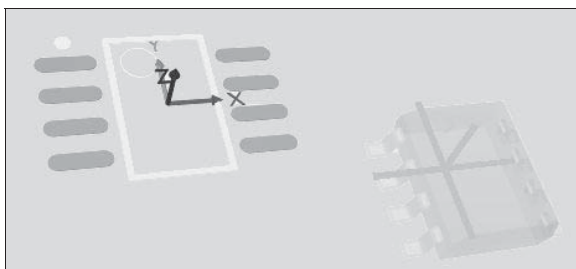

Рис. 2.38. Совмещение STEP-модели с двумерным ТПМ
9. Запустить команду меню **Tools | 3D Body Placement | Position 3D Body** (Инструменты | Размещение трехмерного тела | Позиционировать трехмерное тело), навести курсор в геометрический центр на поверхности трехмерного тела и щелкнуть левой кнопкой мыши — курсор приобретает вид трехмерного перекрестия, просматривается через полупрозрачное тело модели и захватывается за геометрический центр нижней грани тела (рис. 2.38).